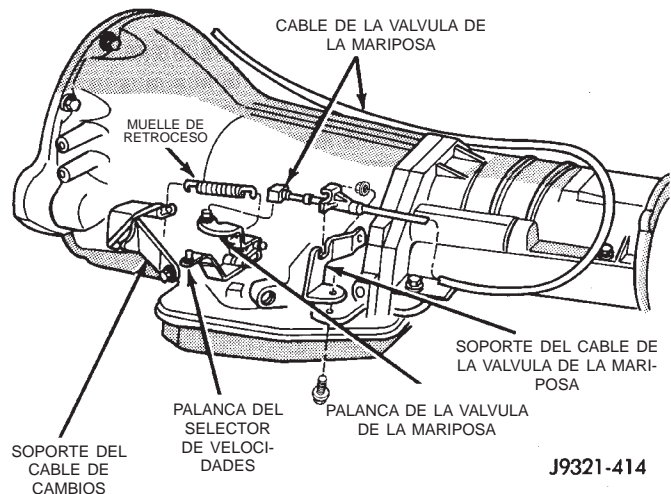

Fig. 181 Fijación del cable de la mariposa en la transmisión
- (1) Gire la llave de encendido a la posición OFF.
- (2) Retire el depurador de aire.
- (3) Verifique que la palanca del cuerpo de mariposa esté en posición de ralentí de contén. Luego verifique que la palanca de la mariposa de la transmisión (Fig. 181) esté también en posición de ralentí (totalmente hacia adelante).
- (4) Deslice el cable para extraerlo del perno espárrago de fijación en la palanca del cuerpo de mariposa.
- (5) Compare la posición del extremo del cable con el perno espárrago de fijación situado en la palanca del cuerpo de mariposa: